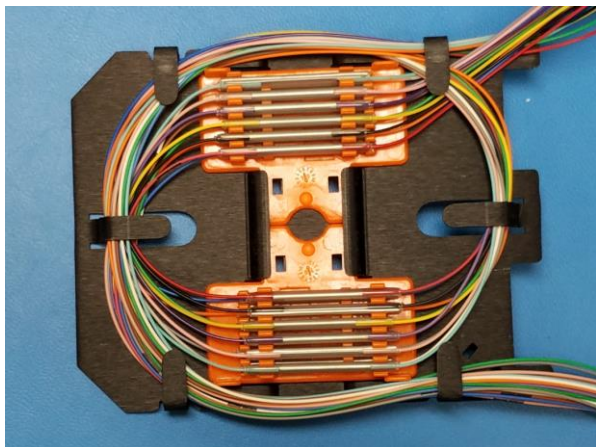

Figure 12
4.6 En s'éloignant graduellement de chaque sortie de manchon, acheminer délicatement toutes les fibres d'artère en sens inverse des aiguilles d'une montre et toutes les fibres de liaison dans le sens des aiguilles d'une montre sous les pattes de retenue, de la manière illustrée à la **figure 12**. Une fois cette étape terminée, il devrait y avoir du mou pour chaque fibre de liaison (**figure 13**).